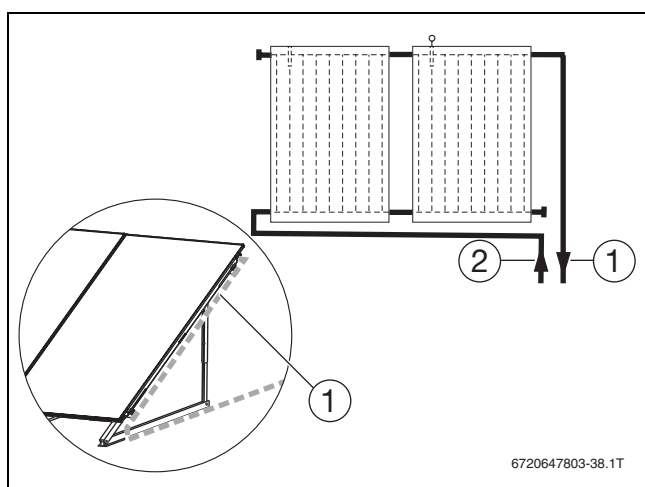

Fig. 59 Tubos no campo de colectores
- ▶ Deslocar a tubagem de avanço do lado da instalação ao longo do colector (→ fig. 59, página 37).